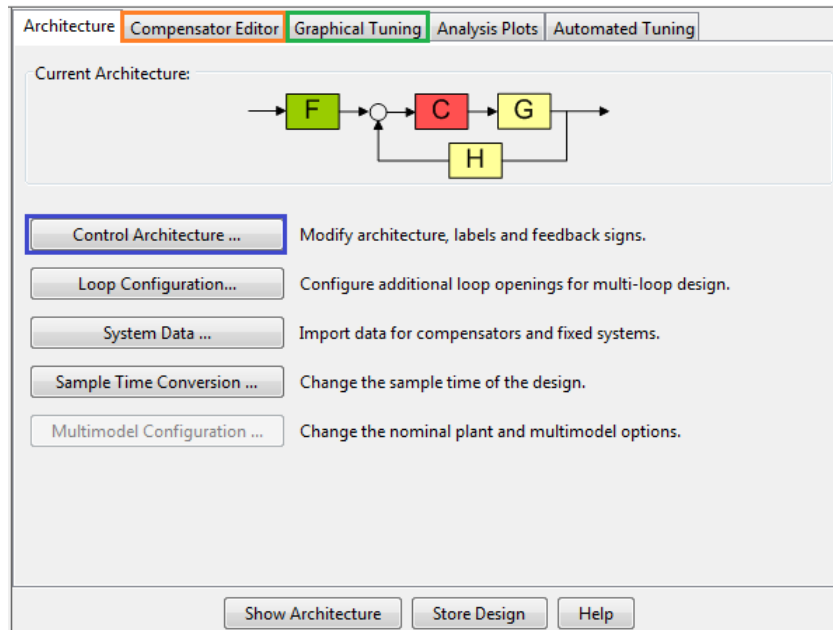
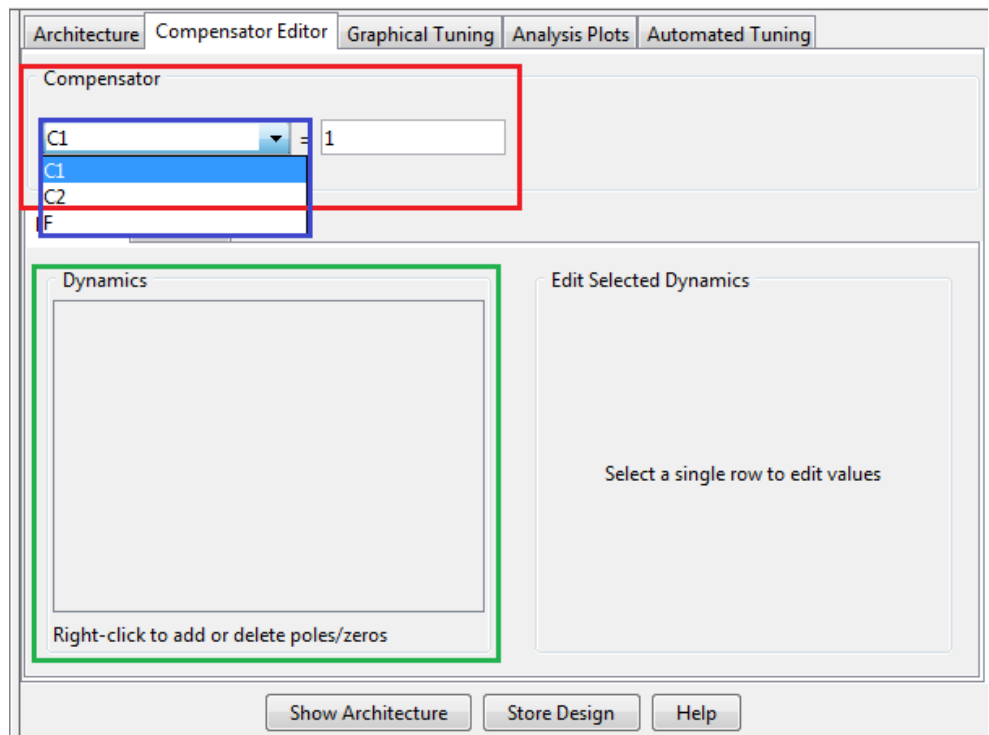

Figura 99. Opción arquitectura de control.
Figura 103. Esquema pestaña Compensator Editor.
- En la pantalla principal de Sisotool de click en la pestaña *compesator Editor* recuadro naranja Figura 99, es el lugar donde numéricamente se procede a cambiar el valor de la constante de proporcionalidad recuadro rojo de la figura 103.
- En este caso se puede escoger entre sintonizar el compensador C2 (compensador de Velocidad) o el compensador C1 (compensador de Posición) cuadro azul Figura 103,
- El lugar de las raíces se cambia y se agregan polos y ceros en la casilla Dynamics dentro del recuadro verde en la Figura 103. para crear integradores, diferenciadores, lag, ceros complejos etc.
- En la pantalla principal de Sisotool de click en la pestaña *Graphical Tuning* recuadro verde Figura 99.